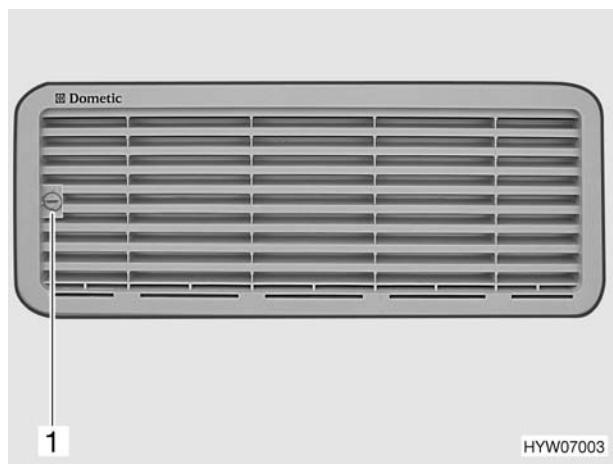

Fig. 87 Griglia di aerazione del frigorifero
- Con l'aiuto di una moneta ruotare la vite (Fig. 87,1) di un quarto di giro.